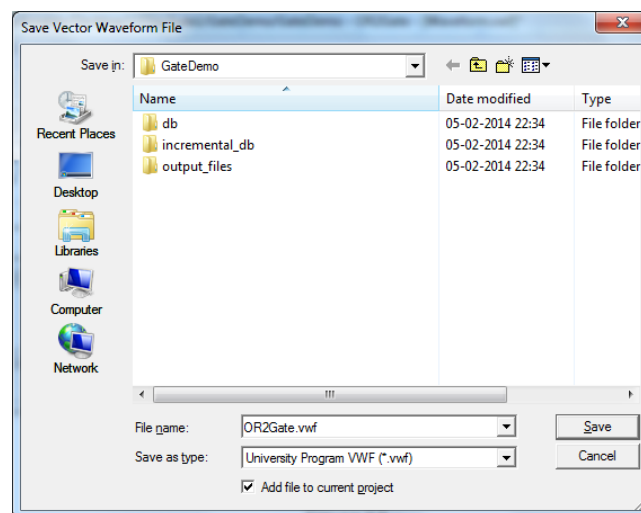

Figura 17 – Caixa de diálogo para gravação do ficheiro “OR2Gate.vwf”.
11. Após os especificar os valores (vetores) de simulação, grave o ficheiro (Figura 17).